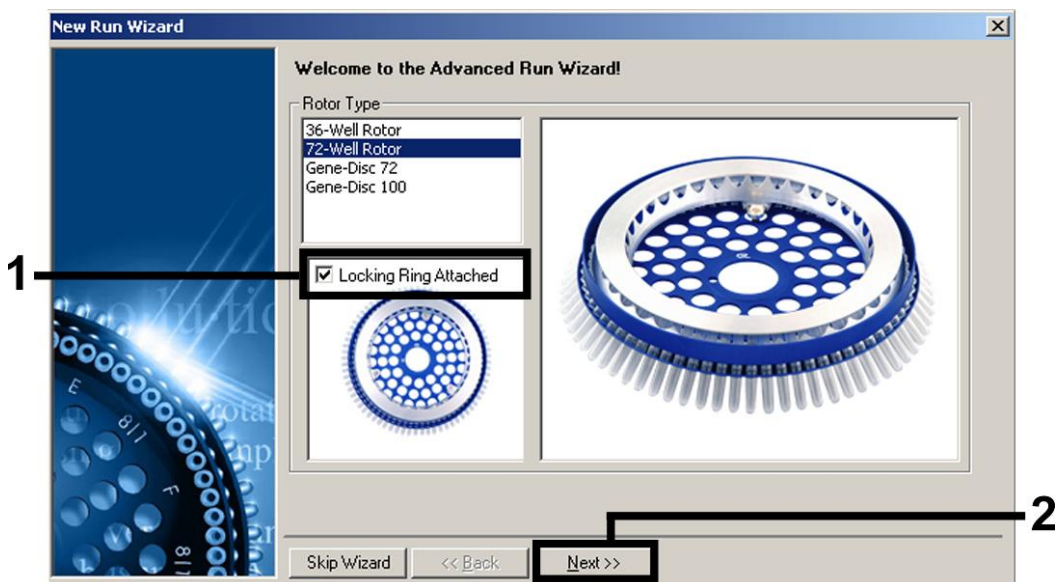

Figura 1. Caseta de dialog „New Run Wizard” (Expertul pentru testare nouă).
3. Deschideți caseta de dialog „New Run Wizard” (Expertul pentru testare nouă) (Figura 1). Bifați caseta „Locking Ring Attached” (Inel de blocare fixat), apoi faceți clic pe „Next” (Următorul).